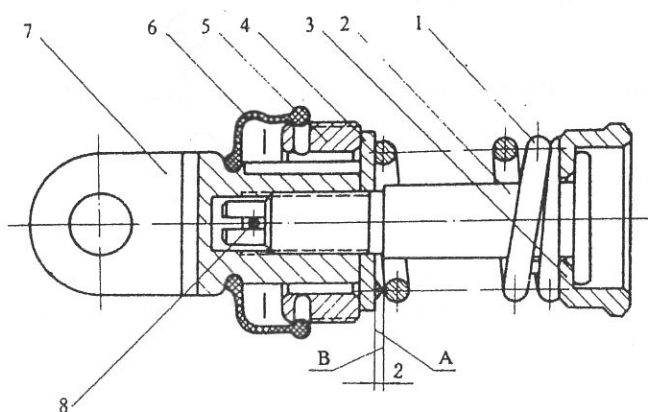

Fig. 3—19 Draft control spring assembly
A. Draft control spring (Fig. 3—19)